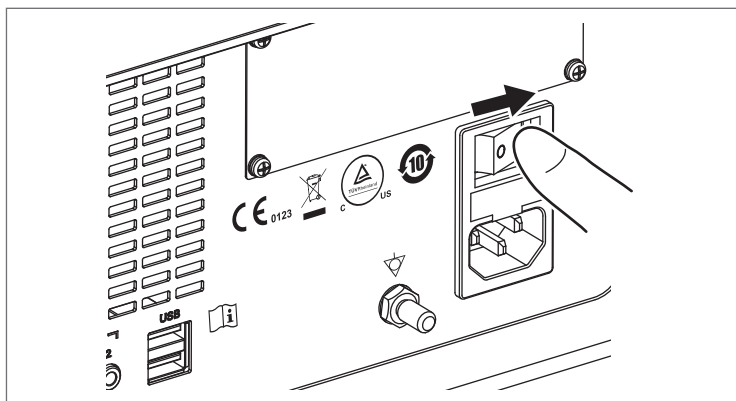

Рис. 4.1
2. Для включения процессора включите основной выключатель питания на задней панели (нажатием на правую сторону выключателя). (Рис. 4.1)